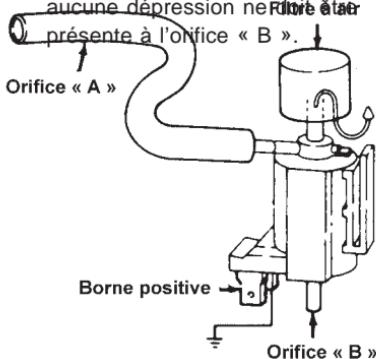

FIGURE 12 : Électrovalve de dépression de commande de ralenti typique
- 1) Débranchez les connecteurs de dépression et électriques de l'électrovanne. Branchez la pompe à l'orifice « B » et essayez d'appliquer la dépression avec la pompe. L'aspiration doit s'échapper par l'orifice « A » (FIGURE 12)